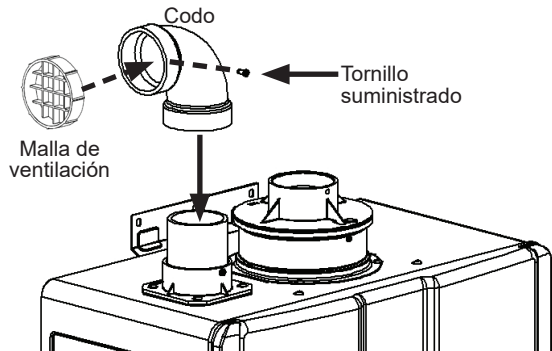

Figura 45
4. Coloque la malla de ventilación o la malla de aire ambiente dentro del codo y asegúrela con el tornillo suministrado. Utilice la malla de aire ambiente para entornos en los que el aire ambiente contenga polvo (Figura 45).